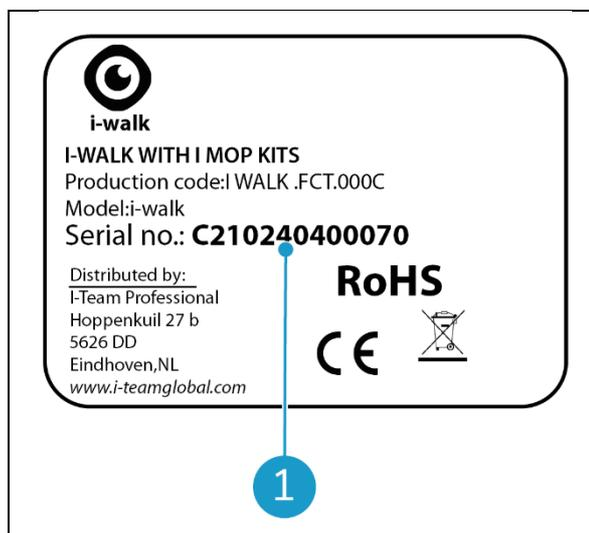

Figura 3
Cada i-walk tem um número de série único (Figura 3, pos. 1).